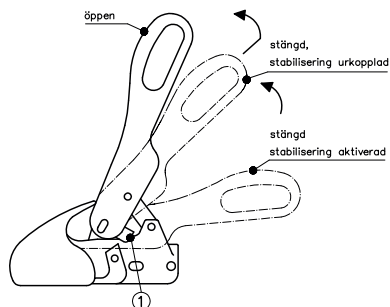

Bild 6 : Avaktivering stabiliseringsfunktion Avkoppling
Dra manöverhandtaget långsamt uppåt för att avaktivera stabiliseringsfunktionen (bild 6).
Dra ut belysningskontakten och lossa katastrofwiren, dra manöverspaken långsamt uppåt för att avaktivera stabiliseringsfunktionen (bild 6), dra tillbaka manöverhandtaget och lyft det samtidigt (bild 6) så, att säkringskenorna (1) på sidorna svängs över säkringsytorna och manöverspaken kan ställas i det öppna läget. Med hjälp av stödhjulet kan nu släpet kopplas av från dragfordonet.